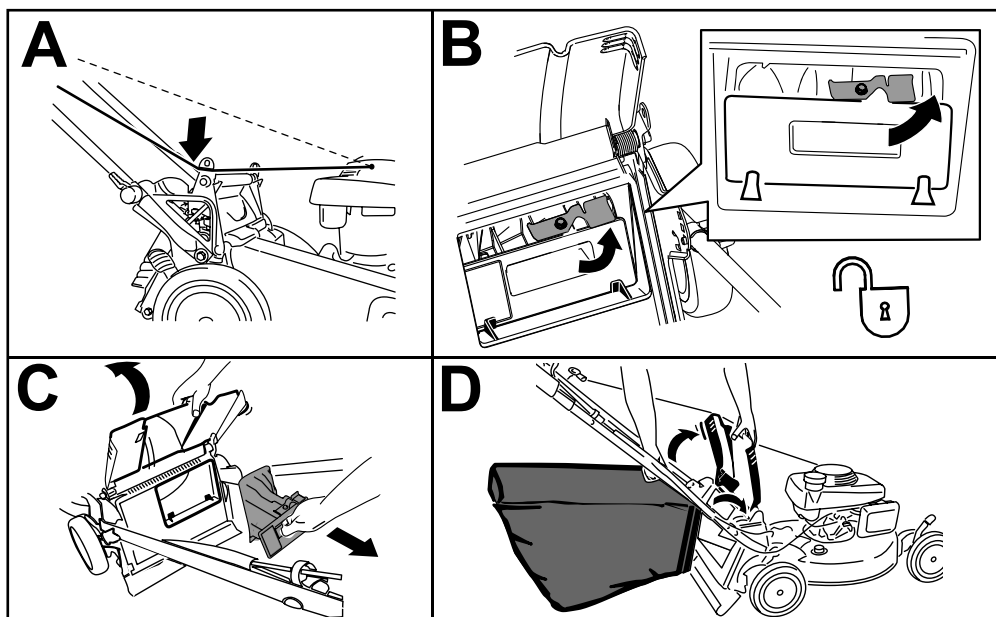

Figura 16
**Nota:** Para desbloquear el tapón trasero, gire la palanca del tapón a la derecha (Figura 16).
1. Pase la cuerda del arrancador alrededor de la guía de cuerda inferior (Figura 16, A).
2. Levante y sujete el deflector trasero y extraiga el tapón trasero (Figura 16, B).
3. Extraiga el tapón trasero (Figura 16, C).
4. Cuelgue el borde superior delantero de la bolsa de los pasadores situados en las muescas de los soportes del manillar (Figura 16, D).